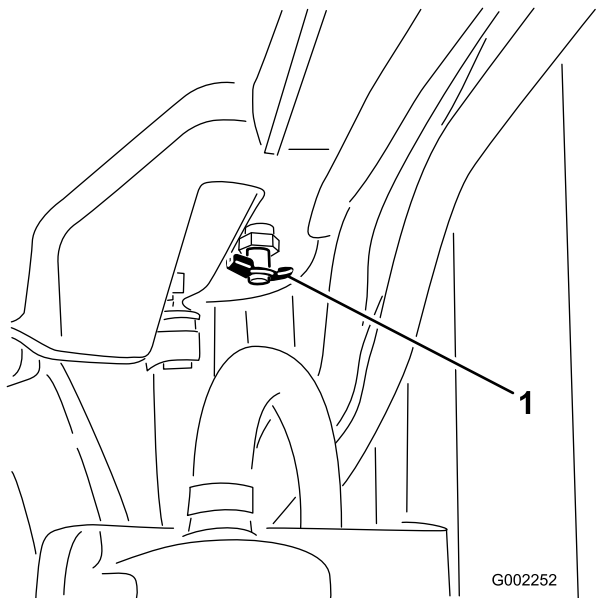

Figura 53
4. Aprite il tappo di spurgo (Figura 53) e scaricate il refrigerante nella bacinella.